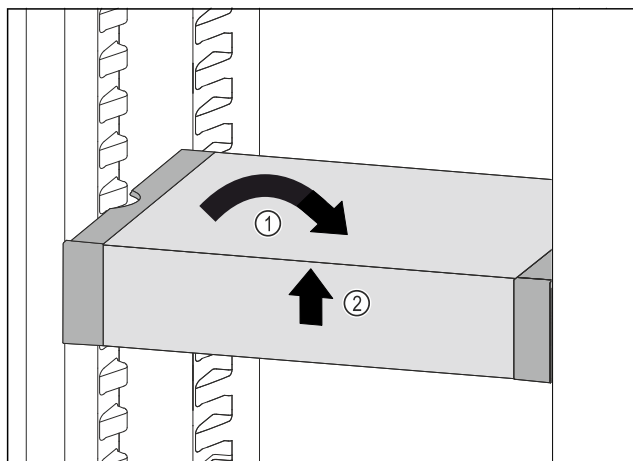

Fig. 115
- ▶ VarioSafe postavte rovno. Fig. 115 (1)
- ▶ VarioSafe nadvihnite vpredu. Fig. 115 (2)